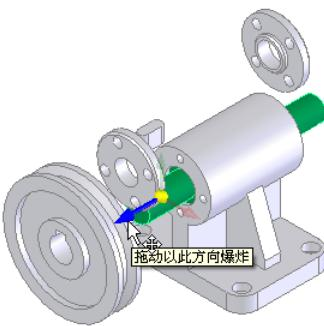

图 7-162 设置爆炸方向
**11** 爆炸传动轴。在“设定”复选框中的“爆炸步骤零部件”一栏中，用光标选择视图中或者装配体“FeatureManager 设计树”中的“传动轴”零件，单击视图中显示爆炸方向坐标的向左侧的方向，如图 7-162 所示，并单击“爆炸方向”一栏前面的“反向”按钮图标 ，调整爆炸的方向。